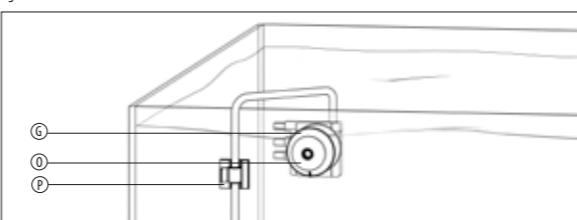

fig 4
- Die Dehnung der am Ausgangeschleibsch (H) des Smart Level Control Systems anschließen.
- Das Kabel des Sensors mit dem entsprechenden selbstklebenden (K) anschließen. Abb.4
Das Kabel des Sensors mit dem entsprechenden selbstklebenden (K) anschließen. Abb.4